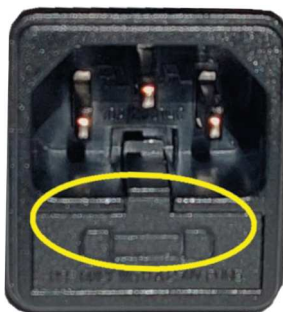

Fig. 90 - Hublot avec les fusibles à enlever
- Pour le remplacement des fusibles dans la prise électrique qui se trouve à l'arrière du poêle retirer le couvercle en plastique à l'aide d'un tournevis plat (voir **Fig. 90**) et retirer les fusibles à remplacer.